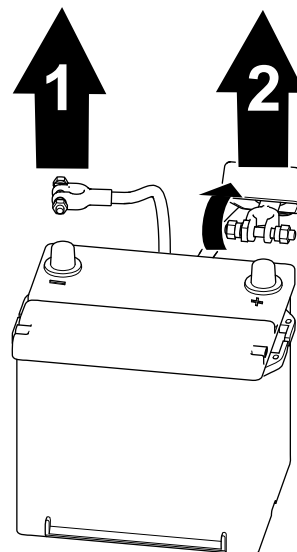

Figura 58
1. Retire el cable negativo del borne de la batería (Figura 58).
2. Eleve el aislante y retire el cable positivo de la batería del borne de la batería (Figura 58).